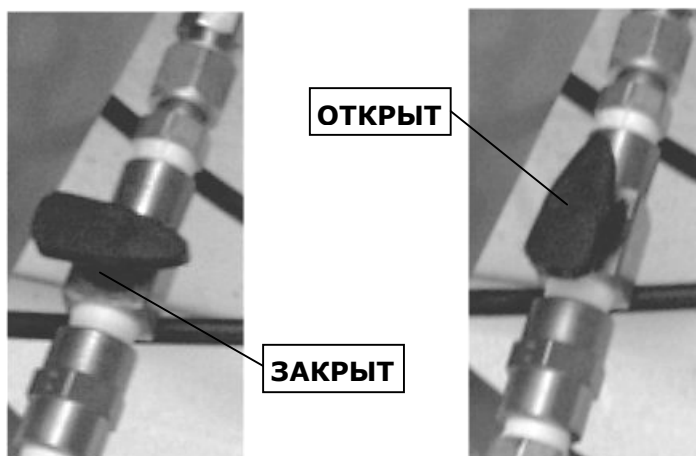

Рис.2 Дроссель-вентиль
8. Поставьте дроссель-вентиль в положение: **ЗАКРЫТО** (см. рис.2).
13. Поставьте дроссель-вентиль в положение: **ЗАКРЫТО** (см. рис.2)